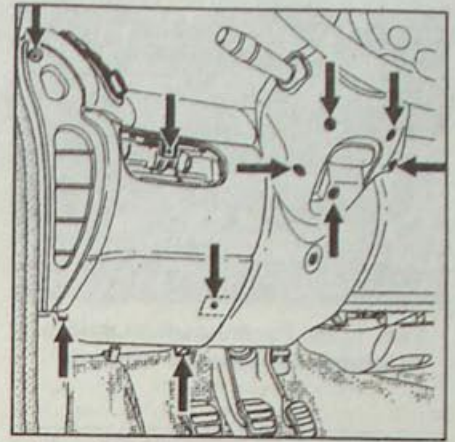

Рис. 13.34. Расположение винтов крепления кожухов рулевой колонки и левой нижней облицовки
• Снимите верхний и нижний кожухи рулевой колонки (рис. 13.34).